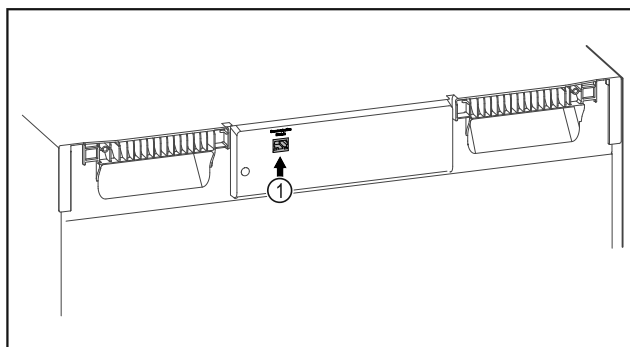

Fig. 94
- SmartModule Fig. 94 (1) is geplaatst.